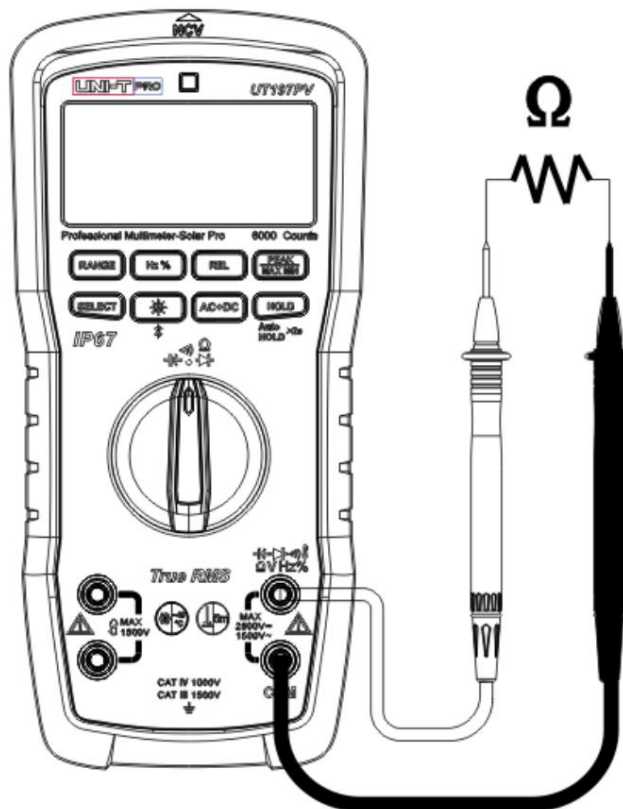

Figura 10
7. Măsurarea rezistenței (Figura 10)